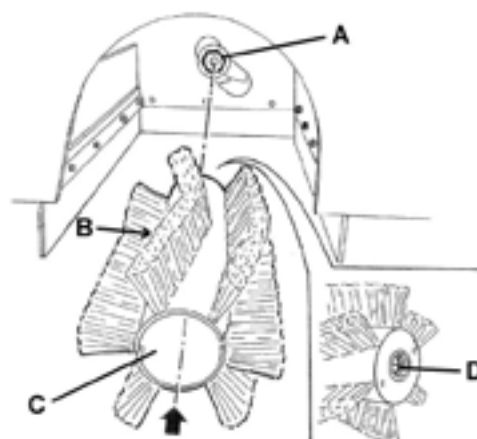

图 5
- 6) 检查传动刷毂 A（图 5），除去其上的灰尘或偶然卷起的异物（绳子，破布等）。
- 7) 安装主刷时，要确保每排刷毛 B（图 5）弯曲方向如图中所示。
- 8) 安装新主刷 C（图 5）时，并确保主刷轴套正确的装配到传动刷毂（A）上。